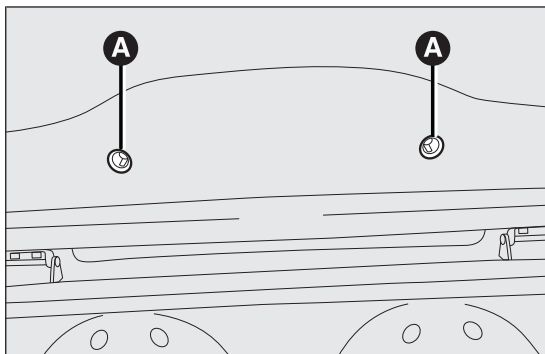

fig. 117
- ☐ retirar los dos tapones de protección y desenroscar los dos tornillos de fijación A fig. 117;